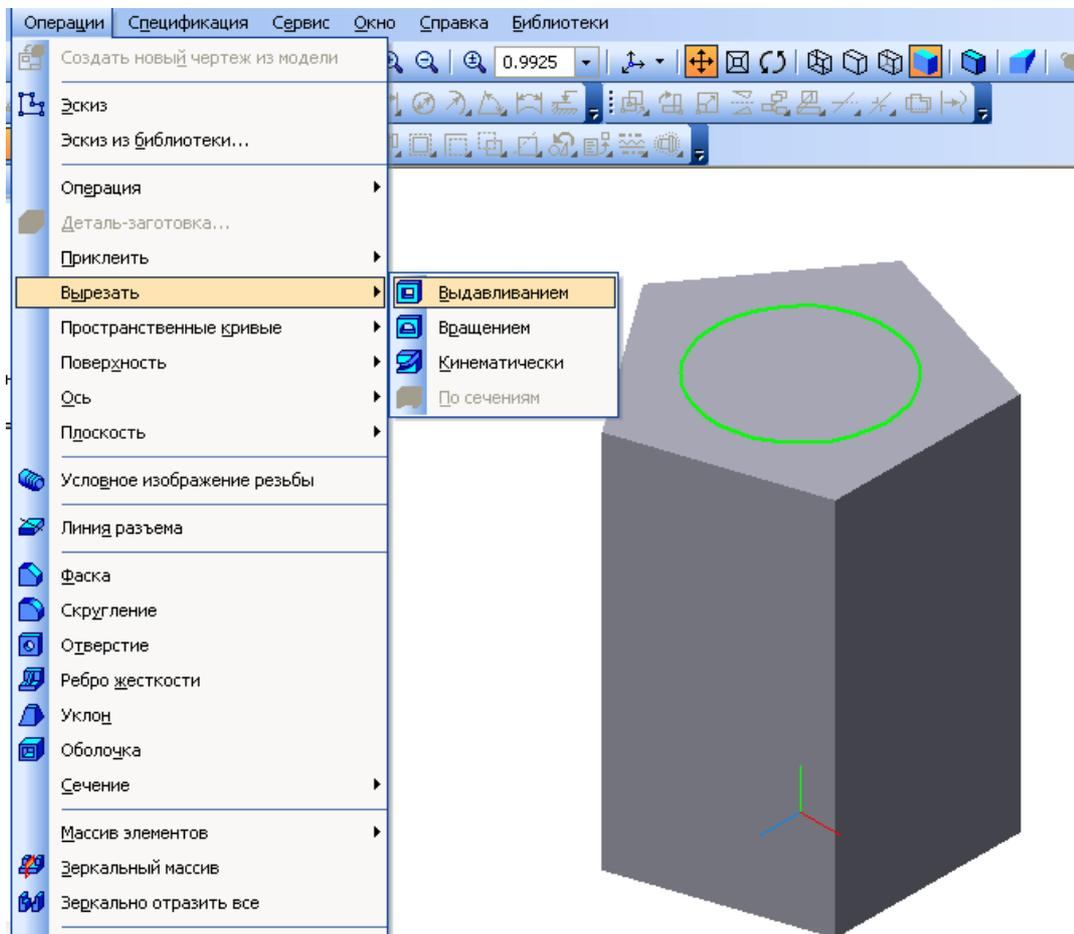

Рисунок 27
8. Выбрать операцию *Вырезать выдавливанием*, установить параметры операции *Через все* и *Прямое направление*. После этого нажать клавишу *Создать объект*. (Рисунок 27.)